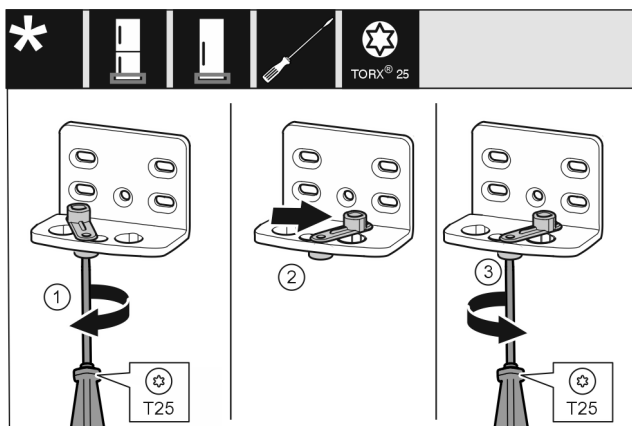

Fig. 13
- Odvijačem T25 labavo zavijte vijak. Fig. 13 (1)
- Podignite pomagalo za zatvaranje vrata i okrenite ga za 90° udesno u provrt. Fig. 13 (2)
- Odvijačem T25 čvrsto pritegnite vijak. Fig. 13 (3)